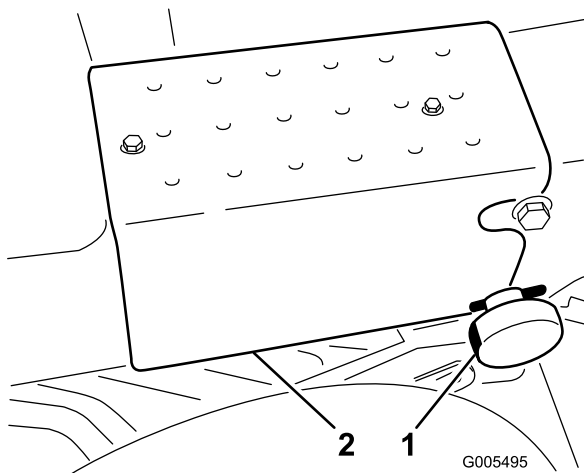

図 7
5. ハンドルアームを通常の運転位置に立てる (ノッチに嵌まる)。固定用ノブとコッター・ピンとで固定する (図 7)。
6. タップ・ネジ2本で、右側ステップをフレームに取り付ける（図 7）。